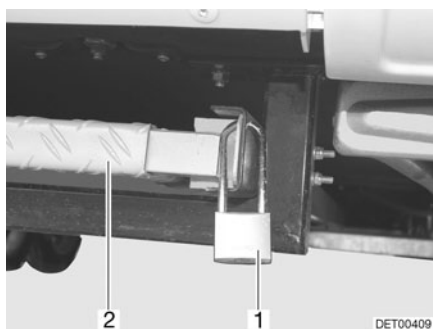

Fig. 7 Aseguramiento de la rampa de acceso
- Quitar el seguro (p. ej. candado, Fig. 7,1) de la rampa de acceso (Fig. 7,2).